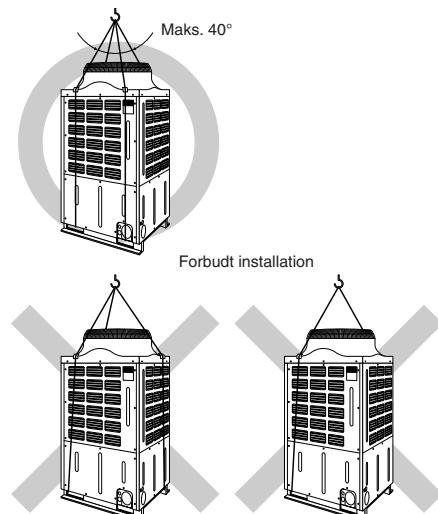

Fig. 3-3
3.3. Forholdsregler ved løft af enheden (Fig. 3-3)